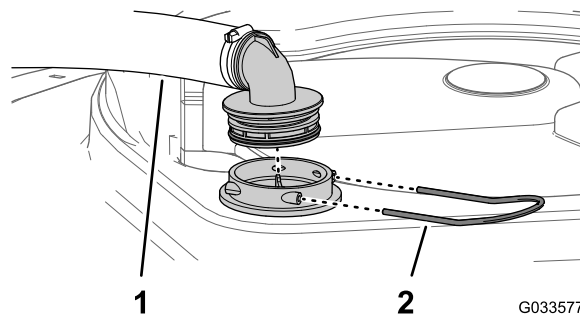

Figure 76
- Au sommet de la cuve du pulvérisateur, retirez l'étrier qui fixe le raccord de flexible sur le grand flexible et le logement de la crépine (Figure 76).
3. Retirez le flexible et le raccord du logement de la crépine (Figure 76).